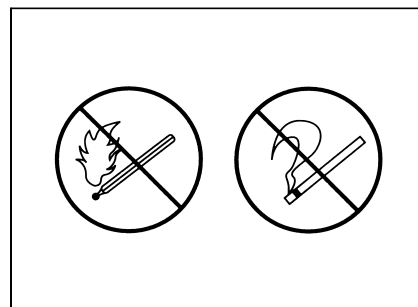

Рис.1-23
- Проверить темное место, запрещается применить открытое огонь (спички, зажигалки и так далее) (рис. 1-23).